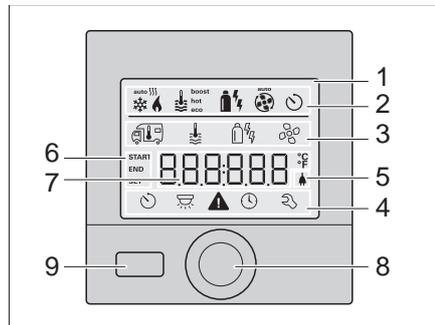

Fig. 172 Panel Truma CP plus
- Tocar ligeramente el botón giratorio/pulsador (Fig. 172,8).
- Pulsar el botón giratorio/pulsador (Fig. 172,8) durante más de 4 segundos.
- Con el botón giratorio/pulsador (Fig. 172,8) seleccionar el símbolo Temperatura ambiente y tocar ligeramente para cambiar al nivel de ajuste.
- Confirmar la selección pulsando el botón giratorio/pulsador (Fig. 172,8).
- Con el botón giratorio/pulsador (Fig. 172,8) seleccionar la temperatura ambiente deseada.
- Tocar ligeramente el botón giratorio/pulsador (Fig. 172,8) para confirmar el valor.
- Con el botón giratorio/pulsador (Fig. 172,8) seleccionar el símbolo Nivel de agua caliente y tocar ligeramente para cambiar al nivel de ajuste.
- Con el botón giratorio/pulsador (Fig. 172,8) seleccionar el nivel deseado.
- Con el botón giratorio/pulsador (Fig. 172,8) seleccionar el símbolo Energía y tocar ligeramente para cambiar al nivel de ajuste.
- Con el botón giratorio/pulsador (Fig. 172,8) seleccionar el tipo de energía deseado.